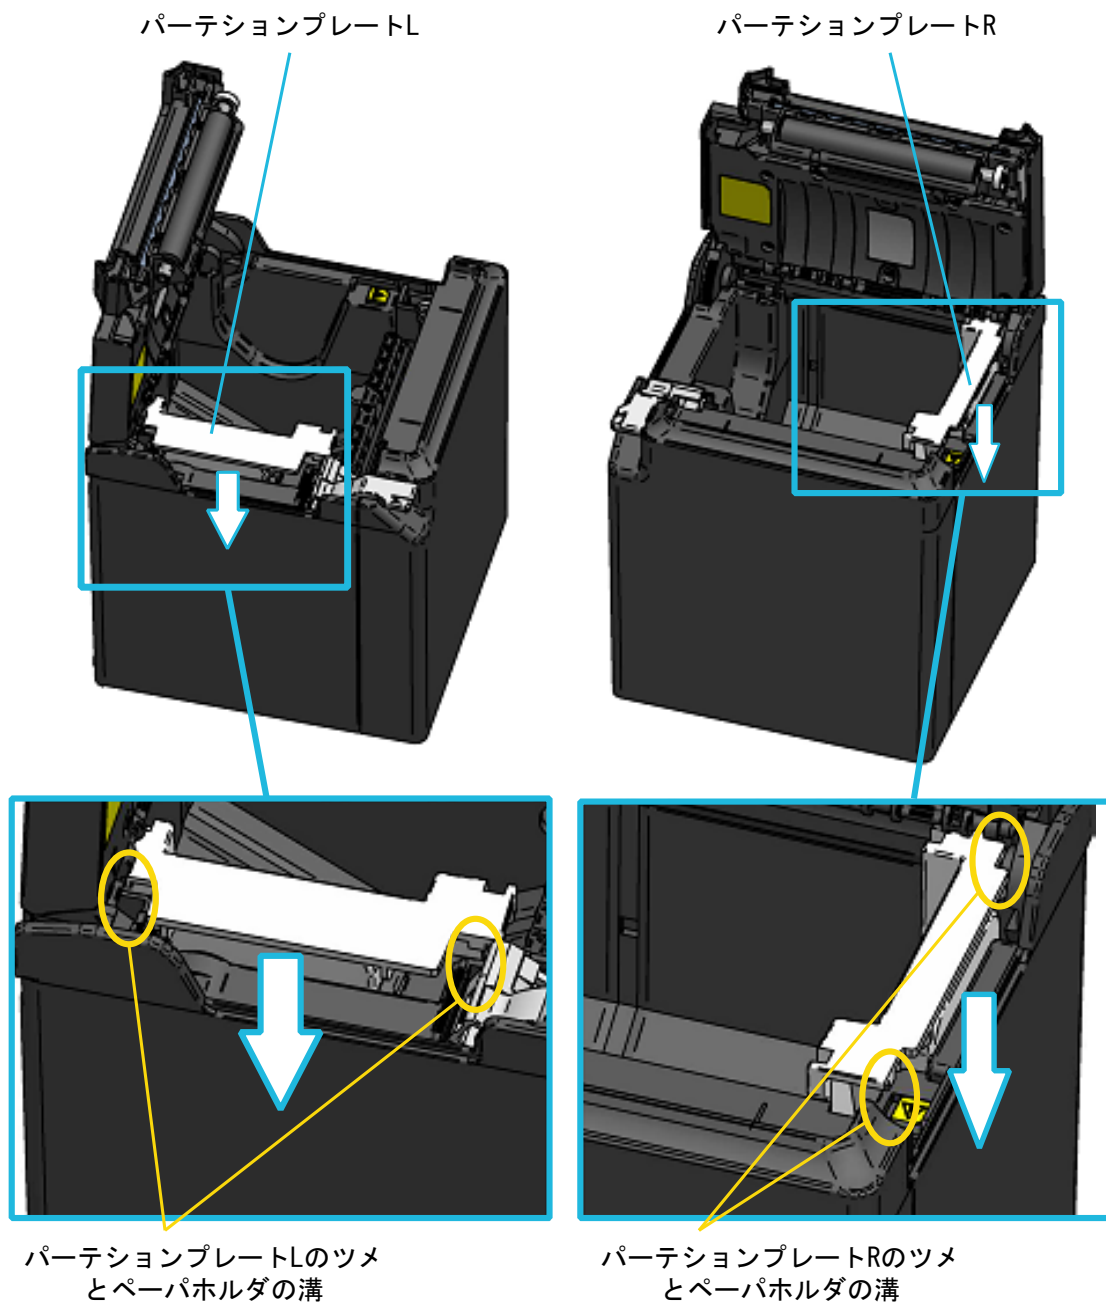

図 14-3 パーテションプレートの取り付け (3)
- ⑤ パーテションプレートL、パーテションプレートRを、ペーパーホルダ内側面に沿わせながら図 14-3の矢印方向にスライドさせてください。